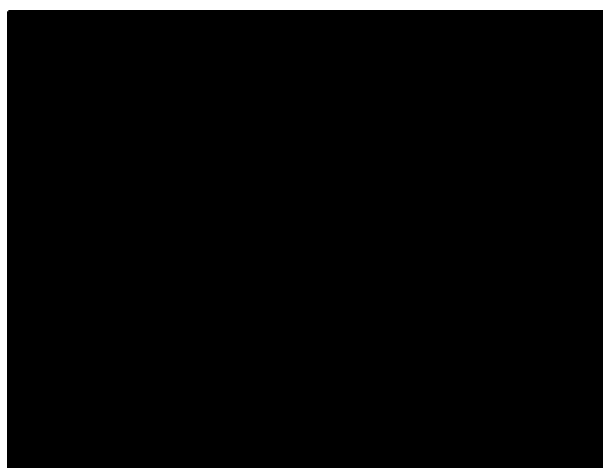

Рисунок 3. Вид индикации на дисплее
- Индикация на дисплее рисунок 3: (экран режима готовности)